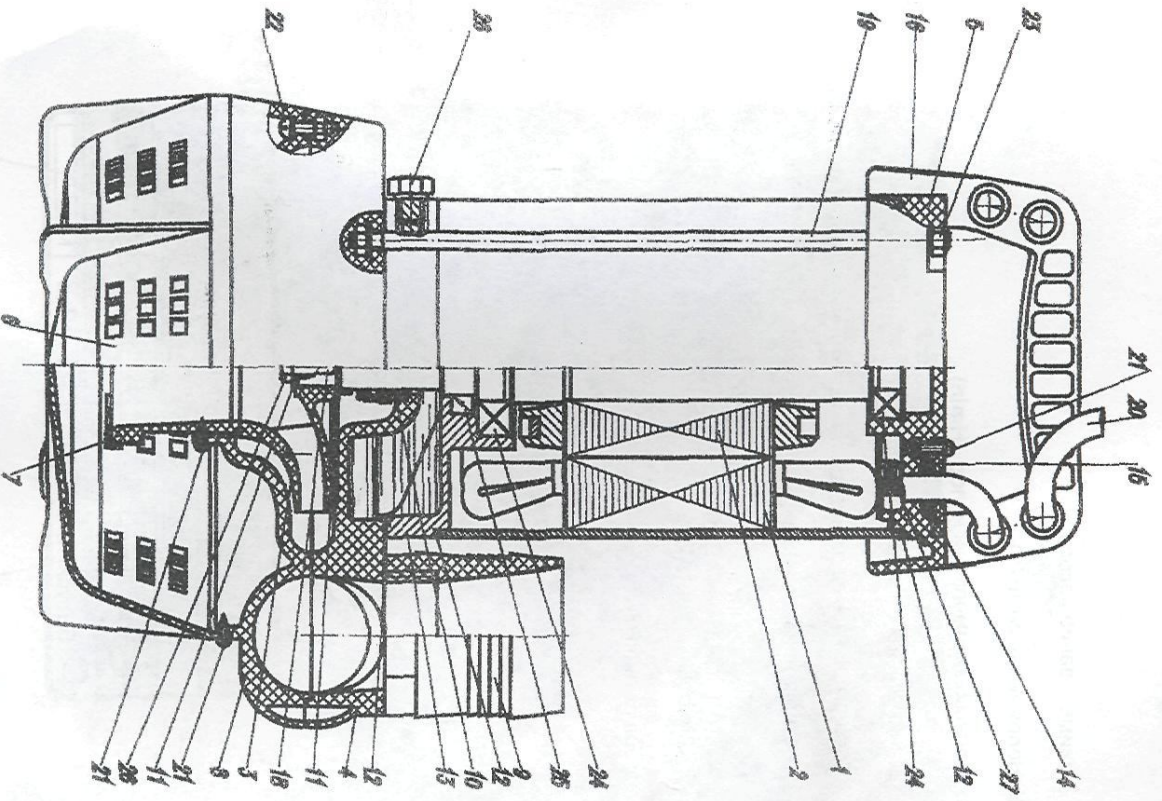

Рисунок 2
4. УСТРОЙСТВО И ПРИНЦИП РАБОТЫ (Рисунок 2)